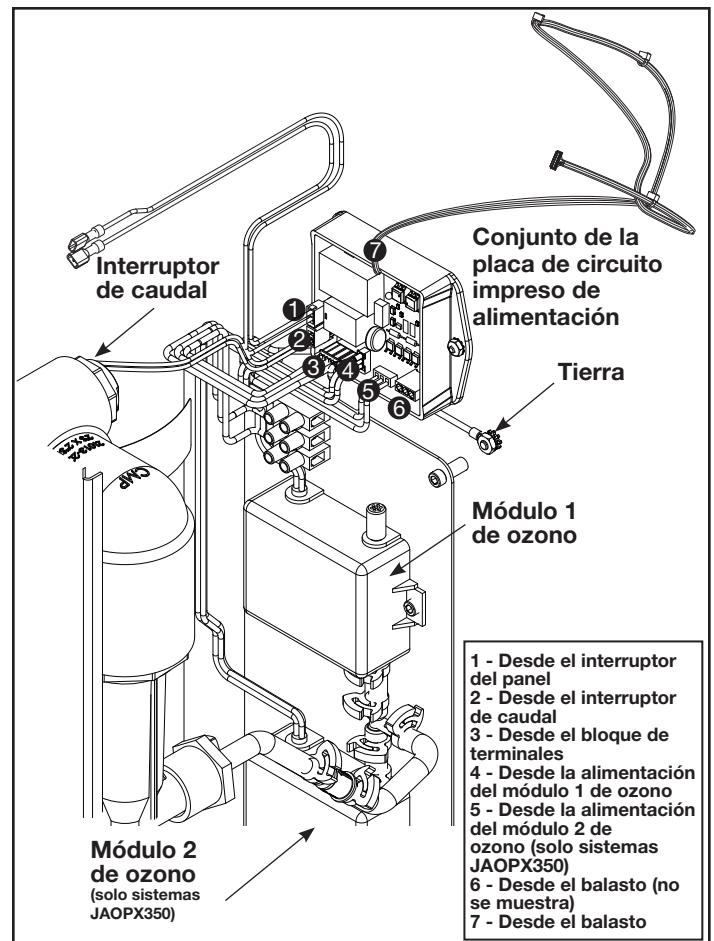

Figura 20. Conexiones de cableado de los conjuntos de placa de circuito impreso de alimentación y placa de circuito impreso de luces LED
4. En el conjunto de la placa de circuito impreso de alimentación, desenchufe los siguientes conectores: interruptor de panel, interruptor de caudal, alimentación de entrada (desde el bloque de terminales), módulo(s) de ozono y conectores del balasto. Consulte la Figura 20.
12. En el conjunto de la placa de circuito impreso de alimentación, vuelva a conectar el interruptor de panel, el interruptor de caudal, la alimentación de entrada (desde el bloque de terminales), los módulo(s) de ozono y los conectores del balasto. Consulte la Figura 20.
6. Desenchufe los conectores de las lámparas de los conectores de los cables del balasto. Consulte la Figura 20.